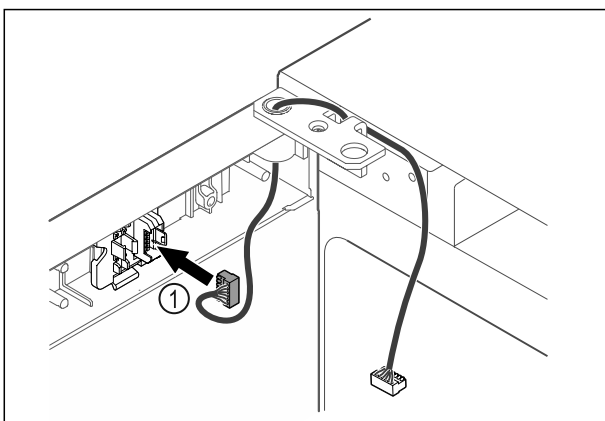

Fig. 63
- ▶ Stecker Fig. 63 (1) in Steckerhalterung einstecken.